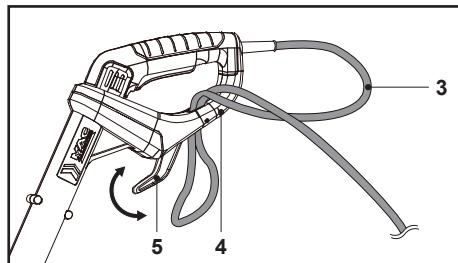

Fig. 2
1. Gire la sujetación del cable (giratoria) (5) y asegúrese de que la punta de esta sujetación (giratoria) (5) esté orientada hacia delante.
2. Doble hacia atrás el cable de alimentación (3) unos 60 cm desde la protección, y pase el lazo que ha creado por el orificio del protector trasero (4). Tire del mismo sobre la sujetación del cable (5) y tire con cuidado del cable de alimentación (3) para asegurarse de que quede bien sujeto (Figs. 2 y 3).